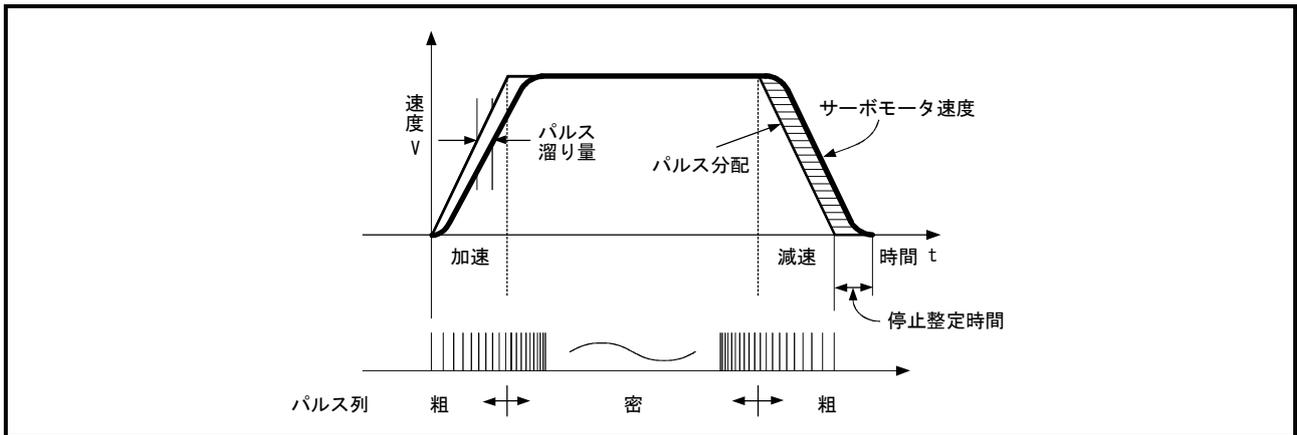

図1.3 QD70からの出力パルス
## ① QD70からは図1.3に示すように、サーボモータの加速時のパルス列は粗く、指令速度に近づくにつれ密になります。